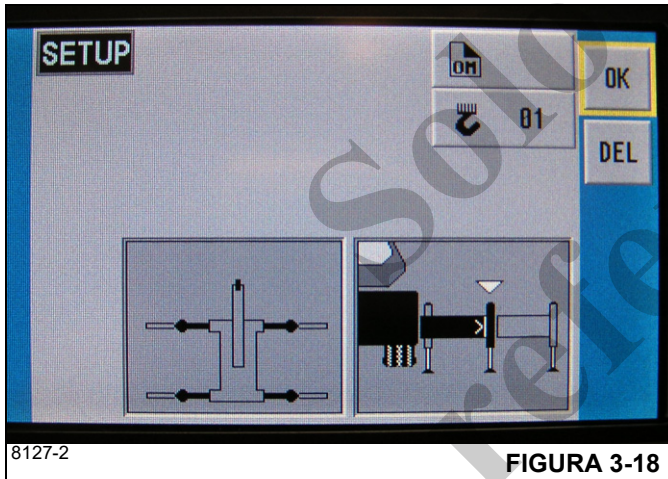

FIGURA 3-18
**NOTA:** La Figura 3-18 ilustra las cuatro vigas de los estabilizadores en la posición de media extensión, tal como lo indican el OMS y el RCL.